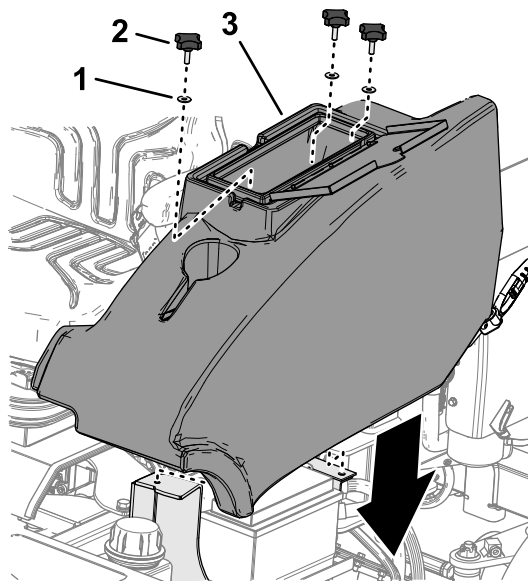

Figura 49
2. Monte el compartimento de almacenamiento en la máquina con los 3 pomos y las 3 arandelas (Figura 49).